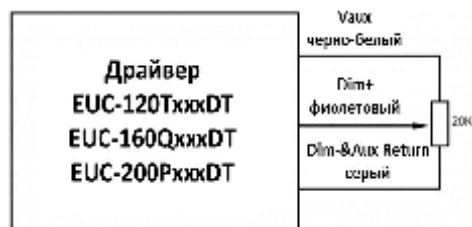
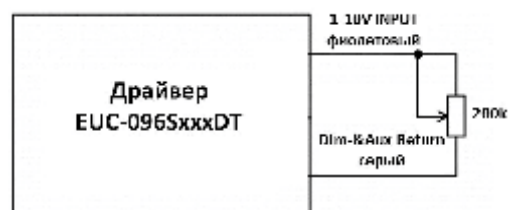
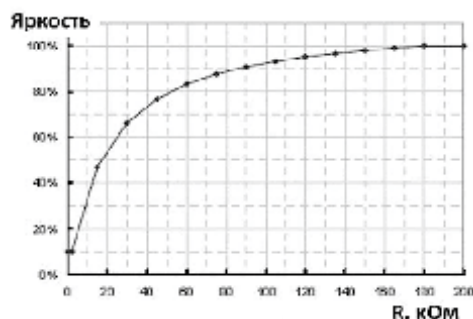

рис. 4
рис. 5
рис. 6
1.2. Управление внешним резистором с использованием внутреннего источника напряжения (рис. 4, 5). Зависимость яркости от сопротивления резистора для драйверов на рис. 4 – линейная, а на рис. 5 – логарифмическая (рис. 6). Поэтому для получения линейной зависимости яркости от угла поворота резистора для драйверов на рис. 4 (PET-R-120-02-DIM) следует применять резисторы с линейной зависимостью, а для драйверов на рис. 5 (PET-R-080-02-DIM) – с обратно-логарифмической зависимостью сопротивления от угла поворота. При управлении внешним резистором параллельное соединение цепей управления нескольких драйверов не допускается.